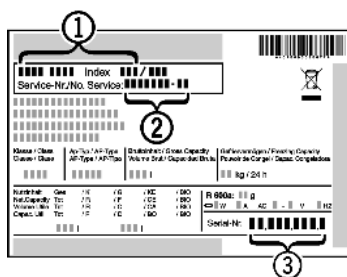

Fig. 20
- Odczytać z tabliczki znamionowej oznaczenie urządzenia Fig. 20 (1), nr serwisowy Fig. 20 (2) oraz numer seryjny Fig. 20 (3). Tabliczka znamionowa znajduje się po lewej stronie wewnątrz urządzenia.
- Poinformować serwis i podać opis zakłócenia, oznaczenie urządzenia Fig. 20 (1), nr serwisowy Fig. 20 (2) oraz numer seryjny Fig. 20 (3).